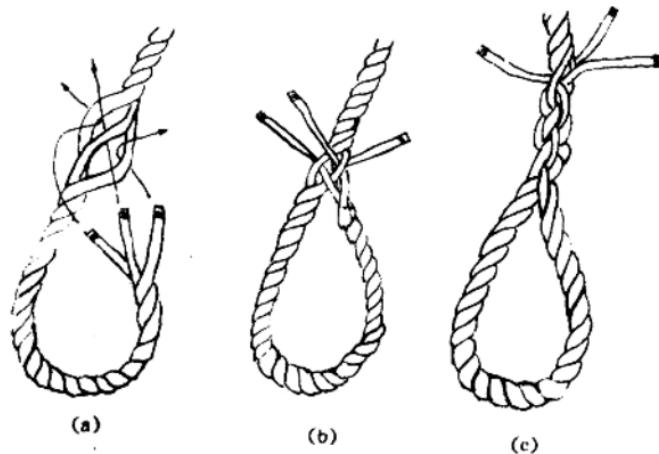

图 1—6 插琵琶头
(1) 将绳端松开 4~6 倍于绳周的长度,并将各股端扎紧。
(2) 根据所需要的大小做一绳圈,将各活股顺序逆根股搓纹分别插入一根股。若纤维绳较大,也可先把活股的中股逆搓纹插入一根股,再插入左股和右股,将各股收紧,如图 1—6(a)、(b)所示。
(3) 各股再顺序逆根股搓纹压一股穿一股插两道即成,如图 1—6(c)所示。
如需要嵌心环,应先把心环安置在绳环中,使绳子贴紧心环的凹槽,并用小绳扎紧,然后按插琵琶头的方法插编。注意把各股及时收紧,使心环嵌紧在绳环中,如图 1—7 所示。